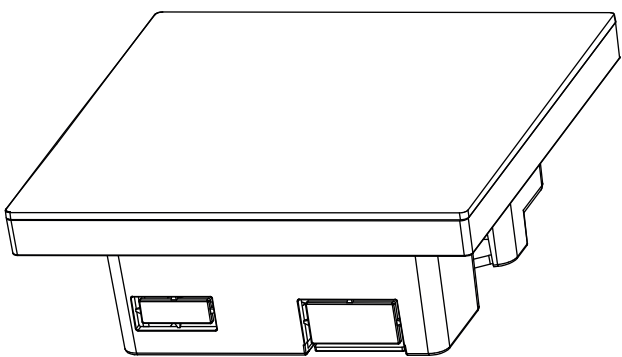

FIGURA 3
- 3 - INSTALLARE IL FRONTALE ESTRATTO NEL PRIMO PASSAGGIO (FIGURA 3)